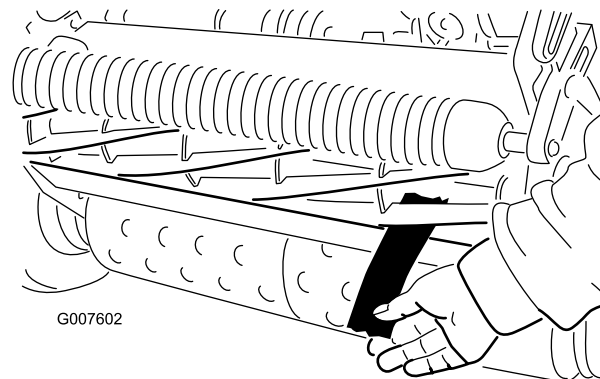

Figura 46
4. Numa das extremidades da parte frontal do cilindro, introduza uma longa tira de jornal entre o cilindro e a lâmina de corte (Figura 46). Enquanto roda
6. Depois de ajustar, verifique se o cilindro aperta o papel quando este for inserido pela frente e se corta o papel quando este for inserido num ângulo recto, relativamente à lâmina de corte (Figura 46). Deve ser possível cortar o papel ao mínimo contacto com a lâmina de corte e as lâminas do cilindro. Caso seja evidente um puxar excessivo do cilindro (mais de 0,79 Nm), retroceda ou amole a unidade de corte para alcançar as extremidades afiadas necessárias para um corte de precisão; consulte o *manual de rectificação de cilindros Toro*.